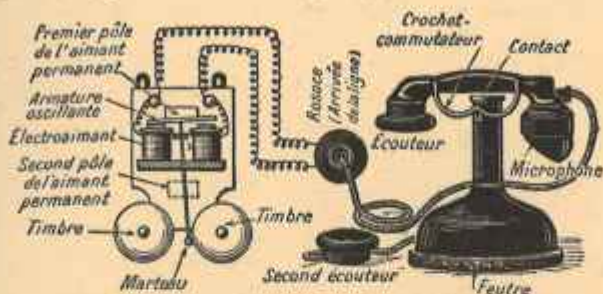

FIG. 161. — Poste d'abonné au téléphone.
sont solidaires aux deux extrémités d'un appareil (appelé *combiné*) en bakélite (fig. 161).
La figure 161 reproduit l'ensemble d'un poste d'abonné. A droite se trouve l'appareil combiné (avec son écouteur et son microphone) : il repose sur une fourche métallique, qui se soulève et ferme un contact dès qu'on « décroche » l'appareil. A gauche, on a dessiné le type actuel de *sonnerie d'appel* : elle se distingue à première vue des sonneries habituelles (fig. 147) par la présence de deux timbres; en outre, quand on l'examine de plus près, on s'aperçoit que le courant n'est pas interrompu
(1) Appelé « signal de transmission » ou « tonalité ».
(2) Placé sur le pied de l'appareil (fig. 161).